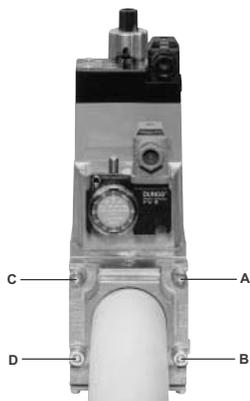
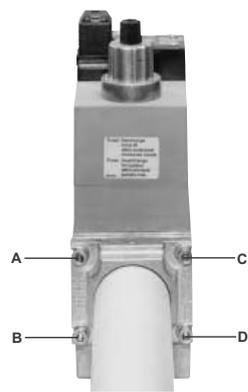

Fig. 8
Fig. 9
1. Aflojar los tornillos A y B, no destornillarlos (Fig. 8 e Fig. 9).
2. Desatornillar los tornillos C y D (Fig. 8 e Fig. 9).